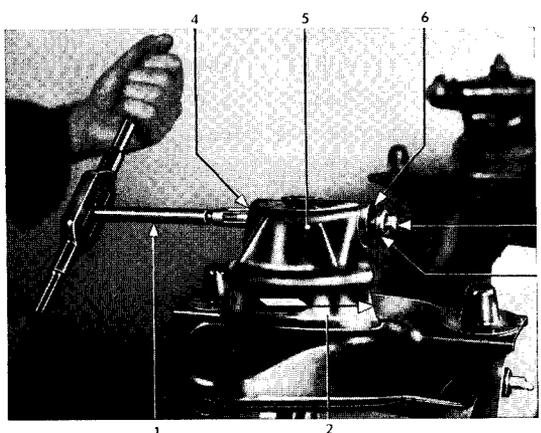

Bild 33 – Kleine Lenkerachsbohrung im Achskörper ausreiben
- b) Reibahle und Führungsbuchse entsprechend Bild 33 in Achskörper einführen, Führungsbuchse gegenhalten und Bohrung ausreiben.